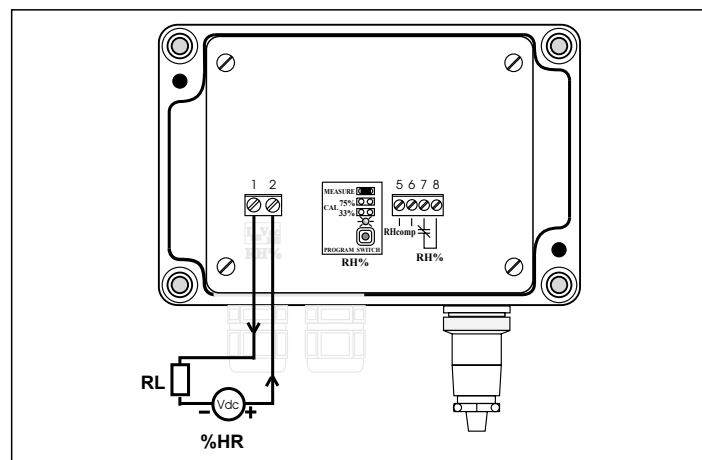
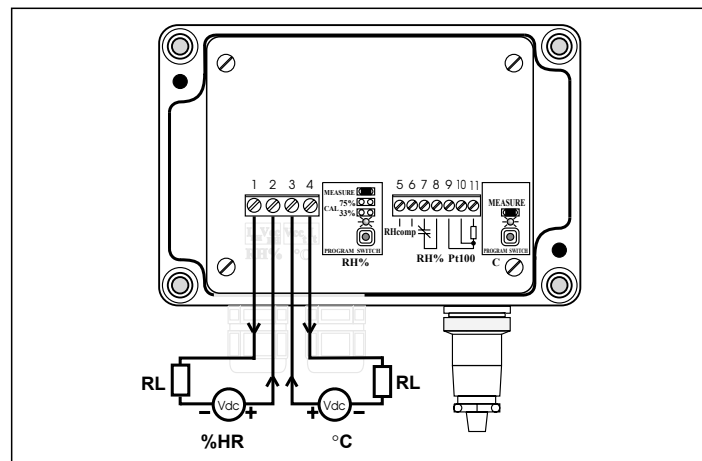

Fig.1 Schéma de raccordement du transmetteur simple d'humidité relative HD2007T...
Fig. 2 Schéma de raccordement du transmetteur double: humidité relative et température HD2008T...
La fig. 11 montre les dimensions mécaniques des transmetteurs et les orifices pour la fixation du boîtier. Les fig. 1 et fig. 2 représentent le schéma d'alimentation de la boucle de courant. Le sigle RL (load) indique n'importe quel dispositif inséré dans la boucle de courant tels que: un indicateur, un contrôleur, un collecteur de données ou un enregistreur. La précision de la mesure ne dépend pas de la position du transmetteur. Toutefois il est conseillé d'installer le transmetteur de manière à ce que le capteur soit tourné vers le bas afin de réduire au minimum le dépôt de poussière sur le filtre de protection des capteurs. Le transmetteur ne doit pas être monté à proximité d'une source de chaleur car le réchauffement de
- alimenter l'instrument suivant les schémas de raccordement des fig. 1 (HD 2007T...) et fig. 2 (HD 2008T...);
- Connecter la section température du HD 2008T... suivant la fig. 2, régler le calibre Pt100 sur la température correspondant à 4 mA. Par exemple, si on veut régler la gamme de -10°C à +120°C, le calibre devra être ajusté sur -10°C; la résistance équivalente correspondant à 96.09 Ω. Si le calibrage s'effectue avec une résistance fixe, il faudra relier une résistance fixe équivalant à 96.09 Ω entre les bornes 10 et 11 avec les bornes 9 et 10 en court-circuit;